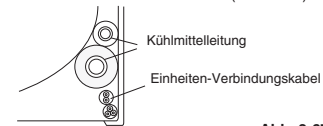

Abb. 3-67
- (3) Die Inneneinheit an der Rückwand installieren.
- (4) Die von außen in den Raum geführten Leitungen und Kabel anschließen.
- (5) Nach einer Undichtigkeitsprüfung die Leitungen gebündelt mit Bewehrungsband umwickeln und in die Leitungsaufnahme der Rückseite der Inneneinheit legen, um sie dort mit Klammern zu sichern. (Abb. 3-67)